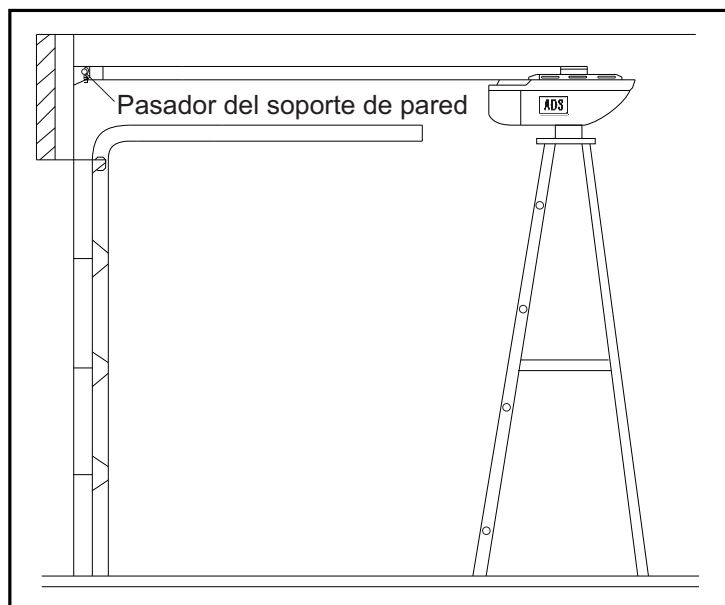

Fig.8
- Levante y apoye el Abrepuertas de Garage con una escalera, y alinee el Riel con la línea central marcada en el Portón, el Riel debe quedar a nivel (Fig. 8).